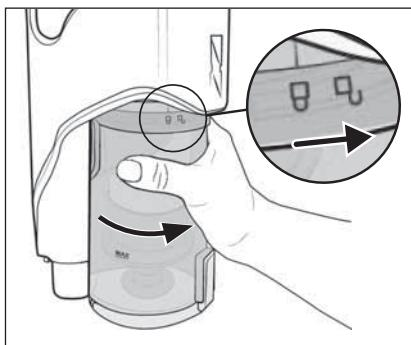

Fig. 23
- 8) Remettez le bac à poussière ⑥ dans l'appareil et tournez-le dans le sens du symbole ⑧ (fermer) jusqu'à ce qu'il soit bien en place dans l'appareil (voir fig. 23).